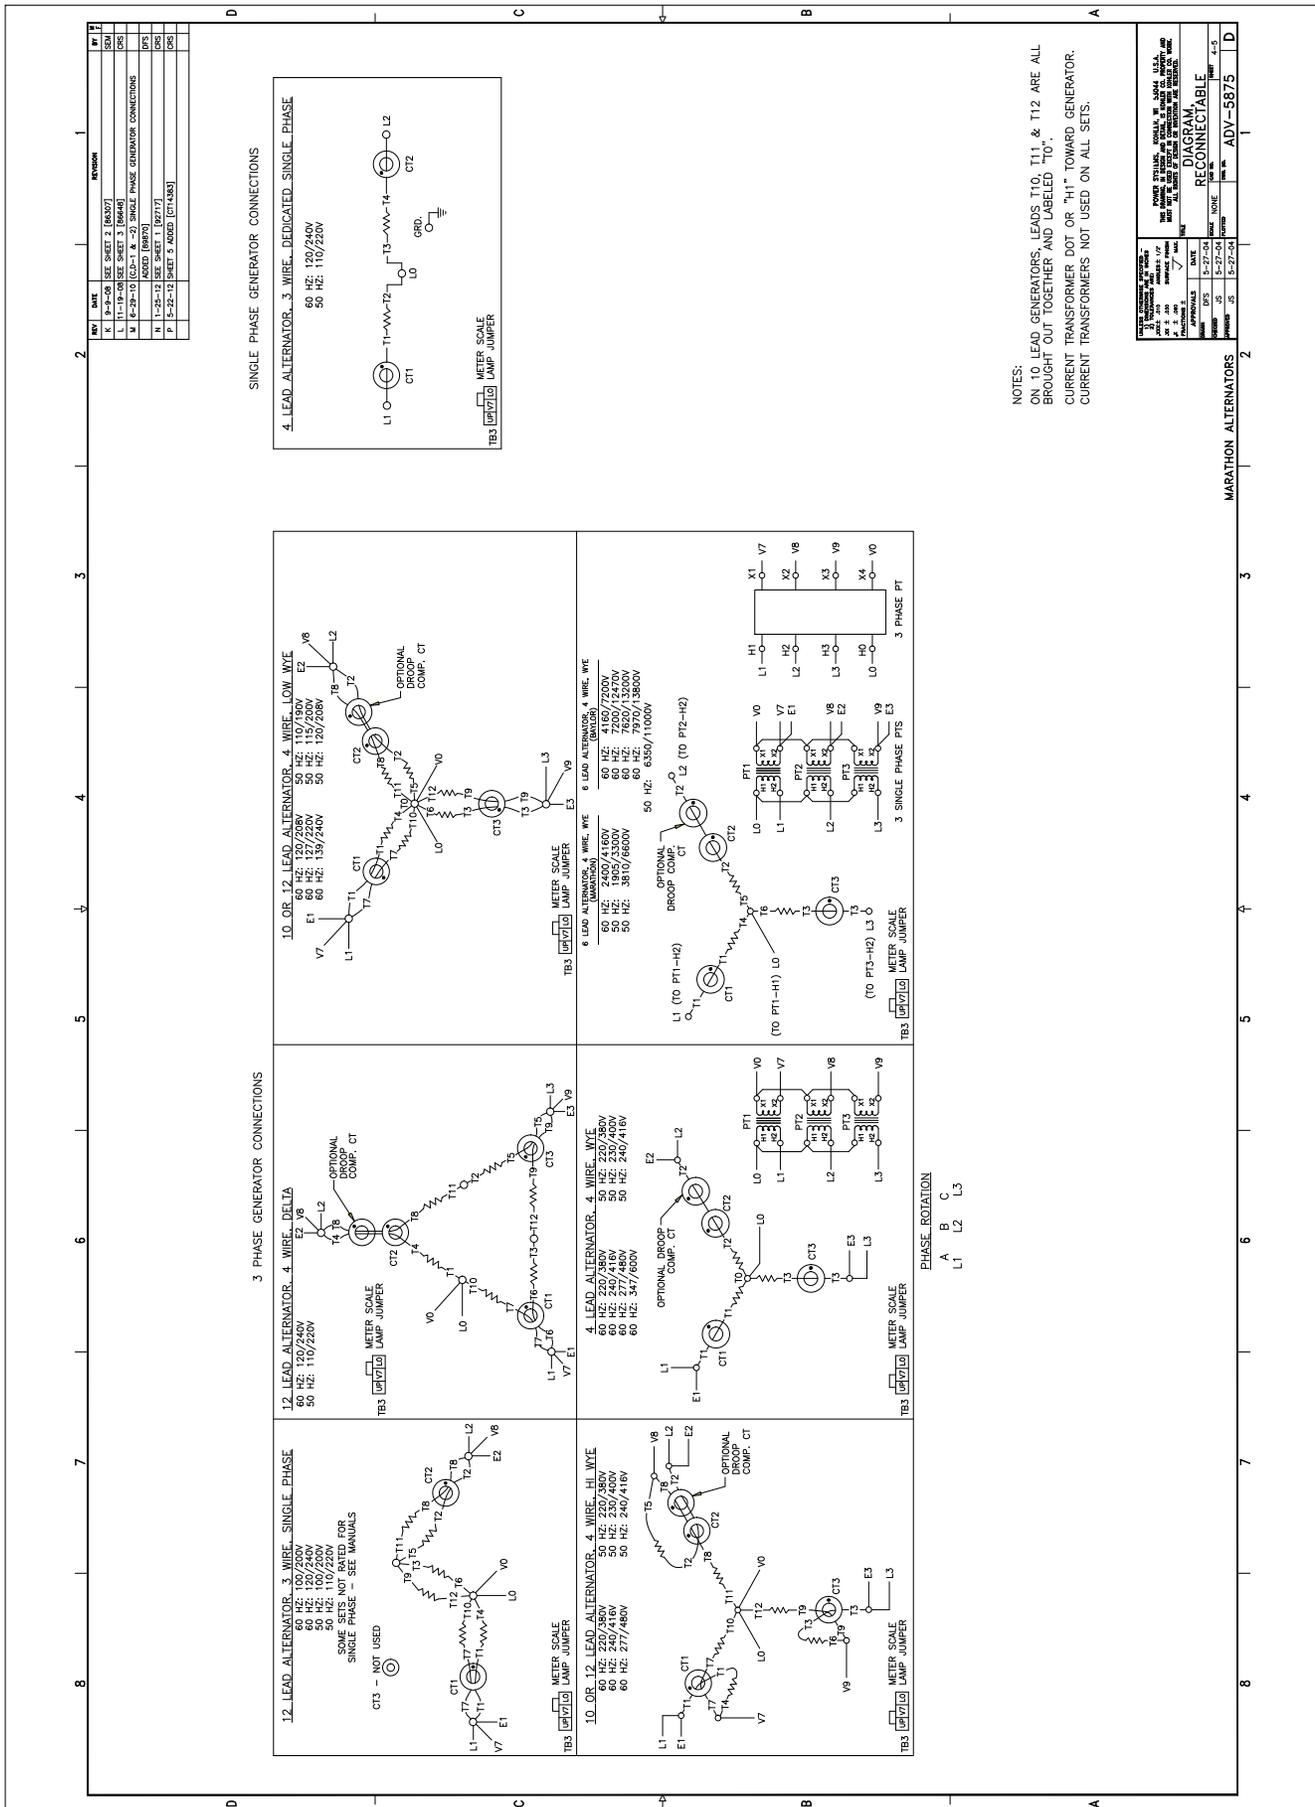

Figure 5-4 Alternateur à aimants permanents, à excitation pilotée 350 kW et plus, ADV-5875D-P
3. Utiliser Figure 5-1, Figure 5-2, Figure 5-3, ou Figure 5-4 pour déterminer la configuration de tension du groupe électrogène. Noter la tension originale et recâbler comme il se doit. Acheminer les fils à travers les transformateurs de courant (CT) et les brancher conformément au schéma pour la phase et la tension souhaitées.